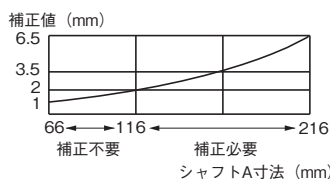

図3 シャフトA寸法と補正值
- ① 図3で216mmの補正值は6.5mmと読み取れます。
(2) ハンドルをOPEN/RESET位置へ回転させると、扉ロックが解除され、扉を開くことができます。(図3)